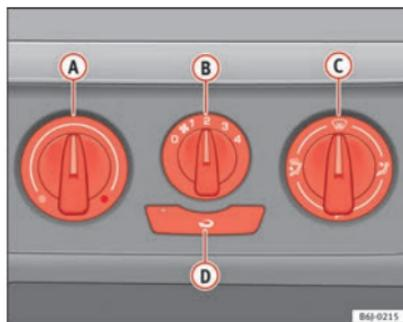

Fig. 102 Mandos de la calefacción en el tablero de instrumentos
- Con los reguladores **A** y **C** y con el mando **B** ⇒ fig. 102 se regula la temperatura, la distribución del aire y la velocidad de la turbina.